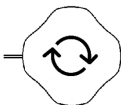
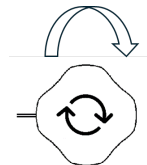

Fig. 13
Fig. 14
- Para la liberación definitiva del coil, sujete firmemente la base del sistema de liberación (R) (Fig. 13) y gire la parte móvil en el sentido de las agujas del reloj, hasta que pueda ver la liberación del dispositivo (D) (Fig. 14).